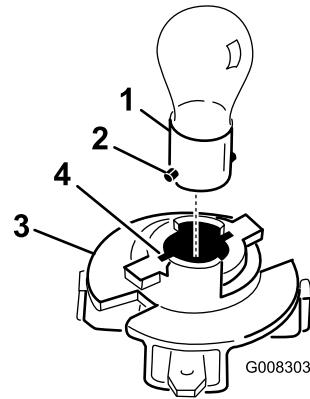

Figura 31
8. Premete e ruotate la lampada in senso antiorario finché non si ferma (circa 1/4 di giro), e toglietela dal portalampada (Figura 31).
1. Allineate i perni metallici sulla base della lampada con le scanalature del portalampada, ed inserite la base nel portalampada (Figura 31).
3. Allineate le linguette del portalampada (Figura 31) con le fessure del riflettore.